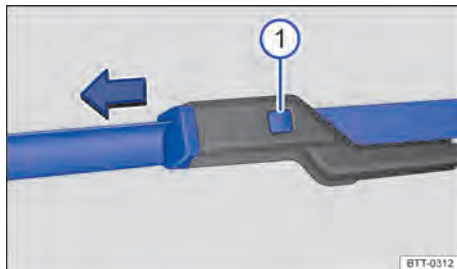

Fig. 129 Substituir as palhetas dos limpadores do para-brisa.
Verificar regularmente a condição das palhetas dos limpadores dos vidros. Substituir as **palhetas dos limpadores dos vidros** quando estas apresentarem perda de desempenho ou, limpá-las se estiverem sujas → Fig. 129.
- Com uma esponja úmida, limpar cuidadosamente as palhetas dos limpadores do para-brisa → Fig. 129.
- Manter o botão de destravamento → Fig. 129¹ pressionado e, ao mesmo tempo, retirar a palheta do limpador do para-brisa no sentido da seta.